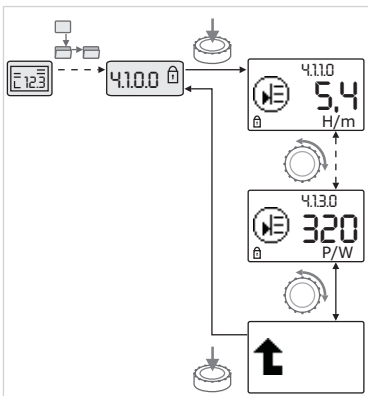

Fig. 37: Accesarea informațiilor
- Prin rotirea butonului roșu comandați elementele de meniu de tipul „Informații” ale submeniuului actual (vezi fig.37). Pentru legenda setărilor reprezentate prin simboluri, vezi tabelul din capitolul 8.7 „Elemente de meniu de referință” la pagina 31.